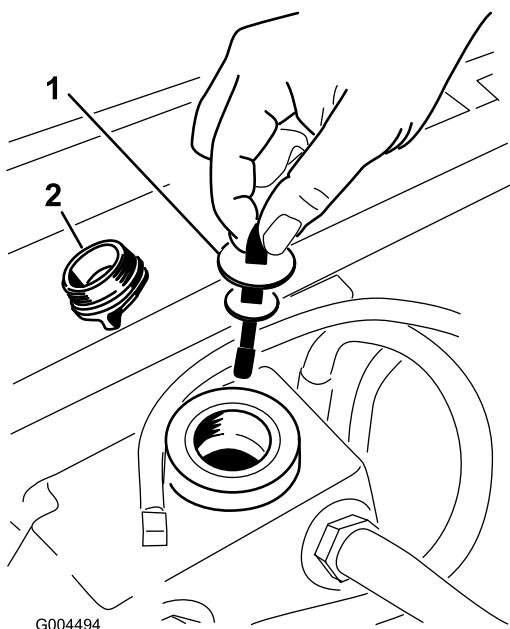

Рисунок 46
- Снимите крышку заливной горловины бака гидравлической жидкости (Рисунок 46).
- Выверните масломерный щуп и протрите его чистой ветошью (Рисунок 46).
- Вставьте масломерный щуп в заливную горловину; затем извлеките его и проверьте уровень жидкости (Рисунок 46).